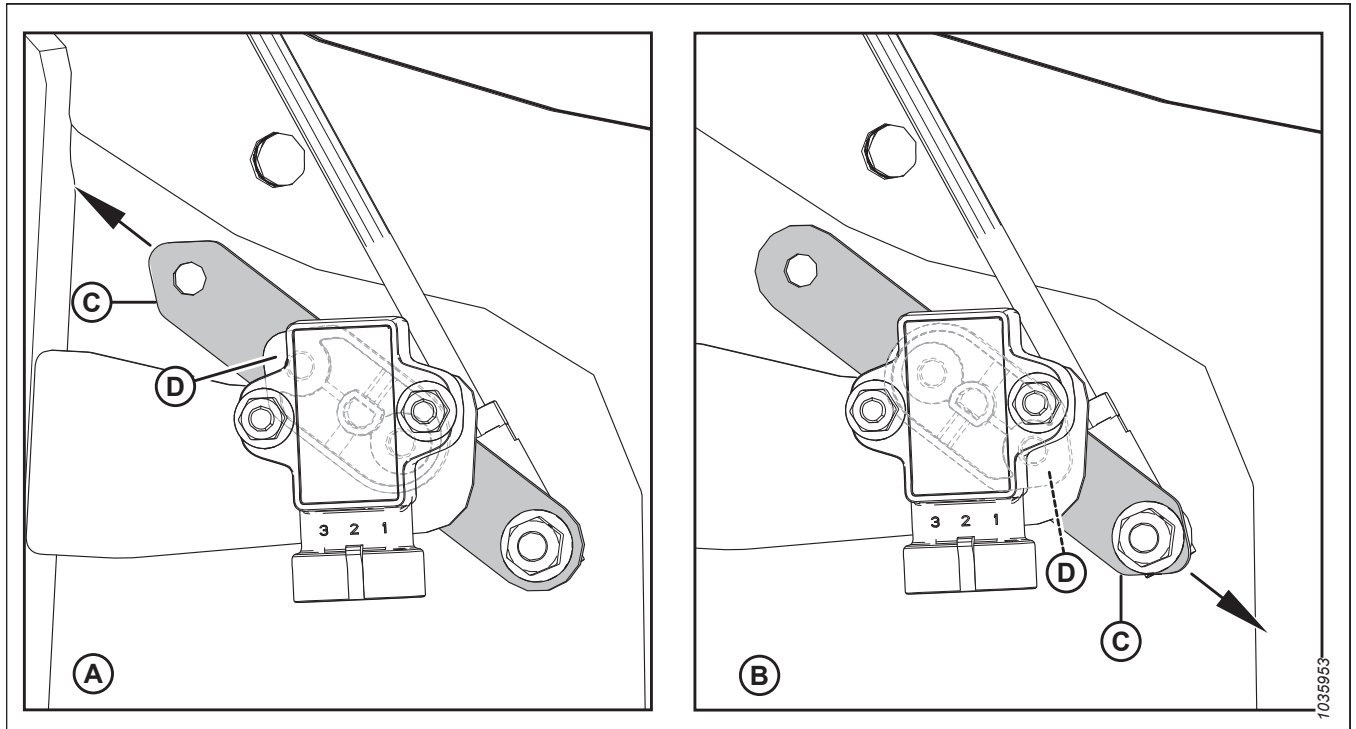

Figura 3.217: Configurazioni del braccio/puntatore del sensore
- Verificare che il braccio (C) e l'indicatore (D) del sensore siano configurati correttamente per la macchina in uso; vedere la Figura 3.217, pagina 173.